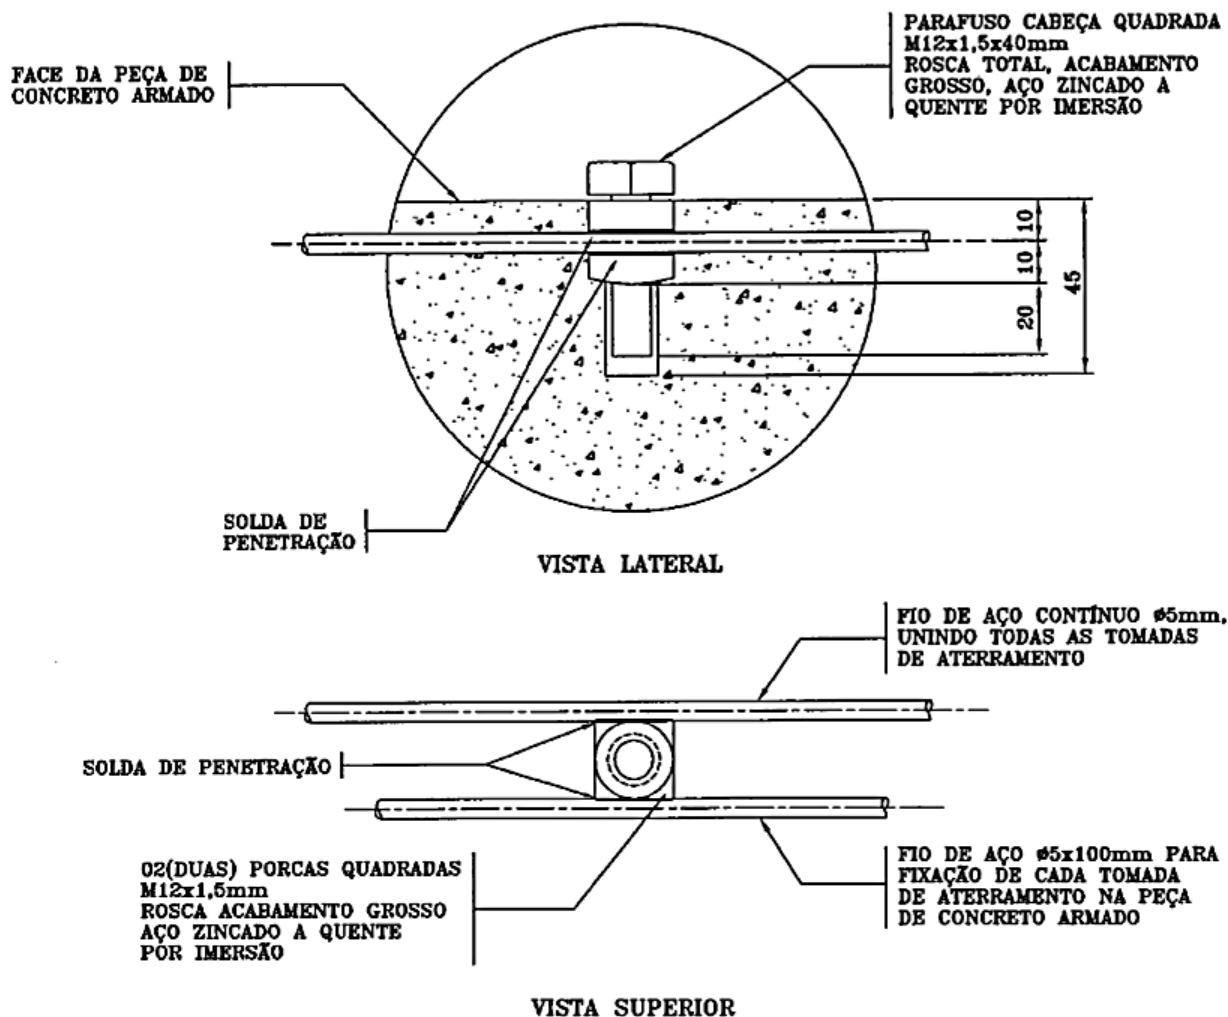

Figura 11 - Detalhe de Aterramento
- 3) Para detalhe das tomadas de aterramento, ver Figura 11.
- 3) Para detalhe das tomadas de aterramento, ver a Figura 11.